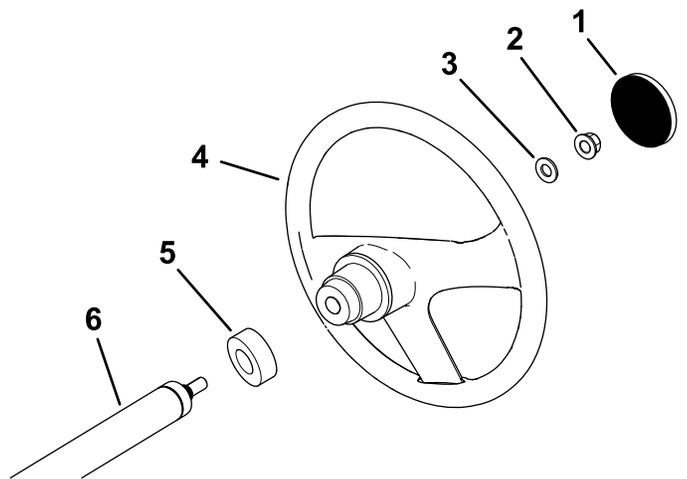

Figura 3
- Togliete la protezione, se installata, dal mozzo del volante (Figura 3).
- Togliete il dado di bloccaggio (1/2") dal piantone dello sterzo (Figura 3).
- Fate scorrere volante, coperchietto antipolvere e rondella (1/2") sull'albero dello sterzo (Figura 3).
- Montate la protezione sul volante (Figura 3).